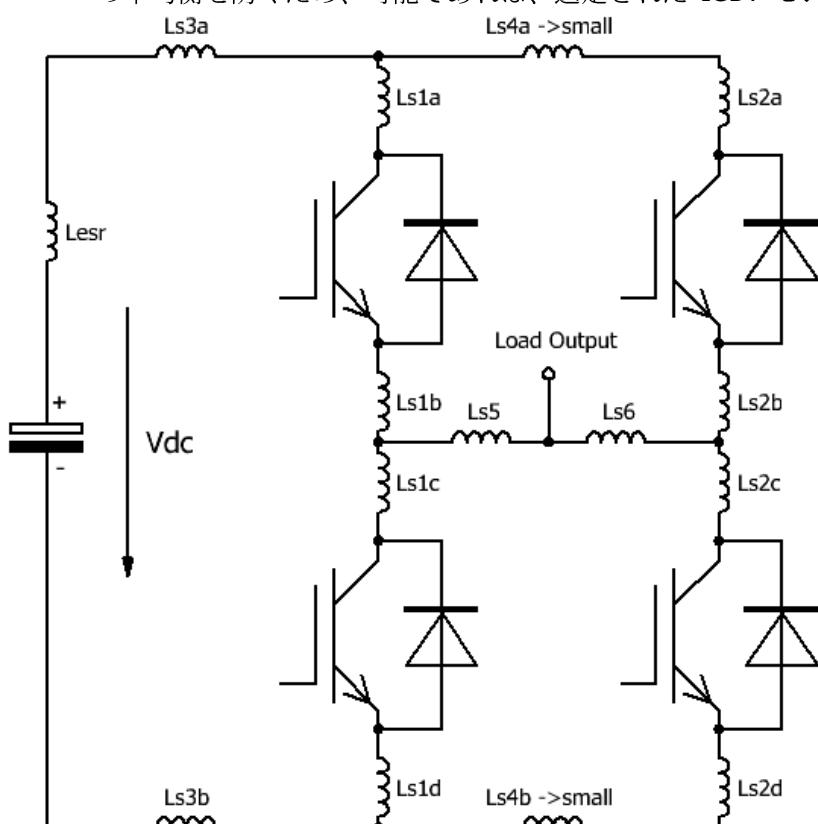

図 17 ハーフブリッジトポロジと浮遊インダクタンス
- 動作の対称性を確保するため、コンバータは並列接続された IGBT モジュールに対してできるだけ対称になるように構成する必要があります。並列接続された各 IGBT モジュールの DC リンク浮遊インダクタンスは特に一致している必要があります(図 17 の  $L_{s1x} \approx L_{s2x}$ ,  $L_{s5} \approx L_{s6}$ )。